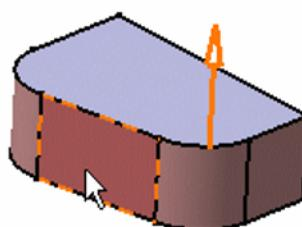

Fig.5. Selectarea uneia dintre fețe
- Se alege o fază a piesei (fig.5) prin selectarea acesteia de pe ecranul grafic, sistemul detectând toate fețele care vor fi înclinate cu valoarea indicată;